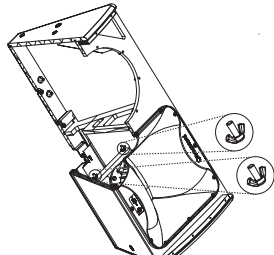

Fig. 3
4. Greifen Sie durch den Hohlraum des Tieftöners und lösen Sie die beiden Flügelmuttern, mit denen die Halteklammer des Druckstufentreibers befestigt ist (Abb. 3).
10. Ziehen Sie die Flügelmuttern wieder an der Halteklammer des Druckstufentreibers fest (Abb. 3).